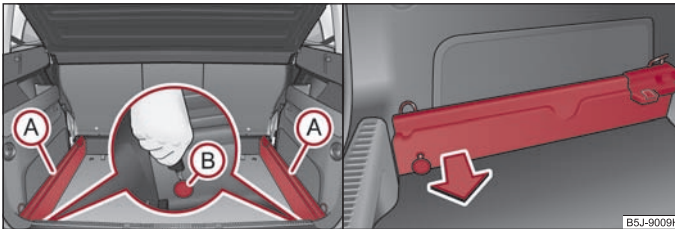

Abb. 63 Kofferraum: Sicherungspunkte lösen / Tragschienen herausnehmen
- Lösen Sie den Sicherungspunkt (B) an den Tragschienen mit dem Fahrzeugschlüssel bzw. mit einem flachen Schraubendreher ⇒ Abb. 63.
- Fassen Sie die Tragschiene (A) ⇒ Abb. 63 rechts und nehmen Sie diese durch Ziehen in Pfeilrichtung heraus. Beim Ausbauen der Tragschiene auf der anderen Seite des Kofferraums gehen Sie auf gleiche Weise vor.